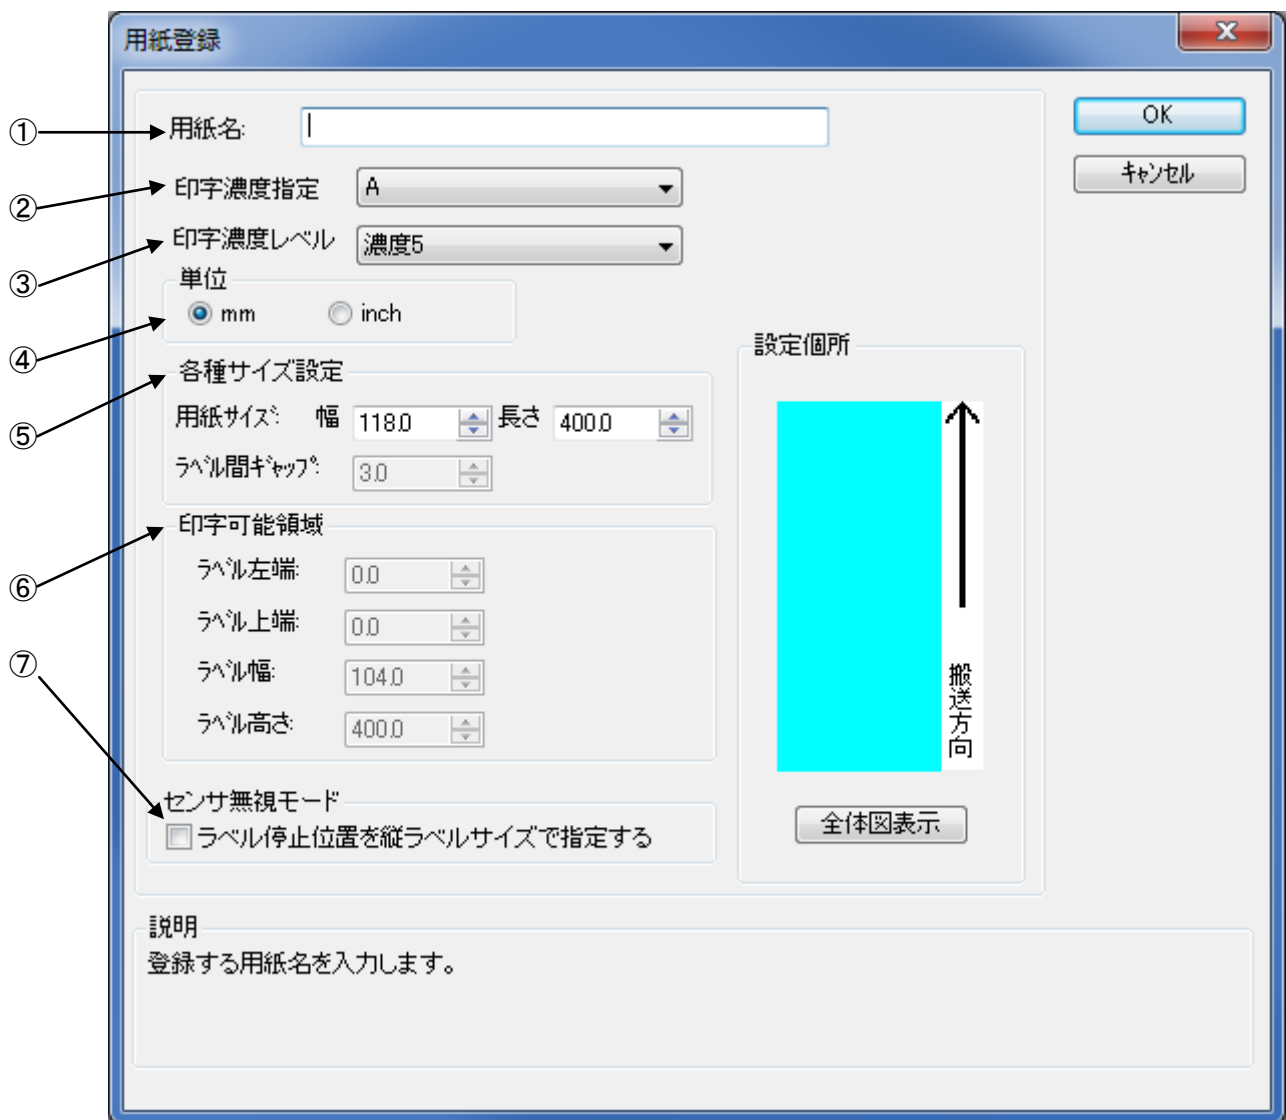
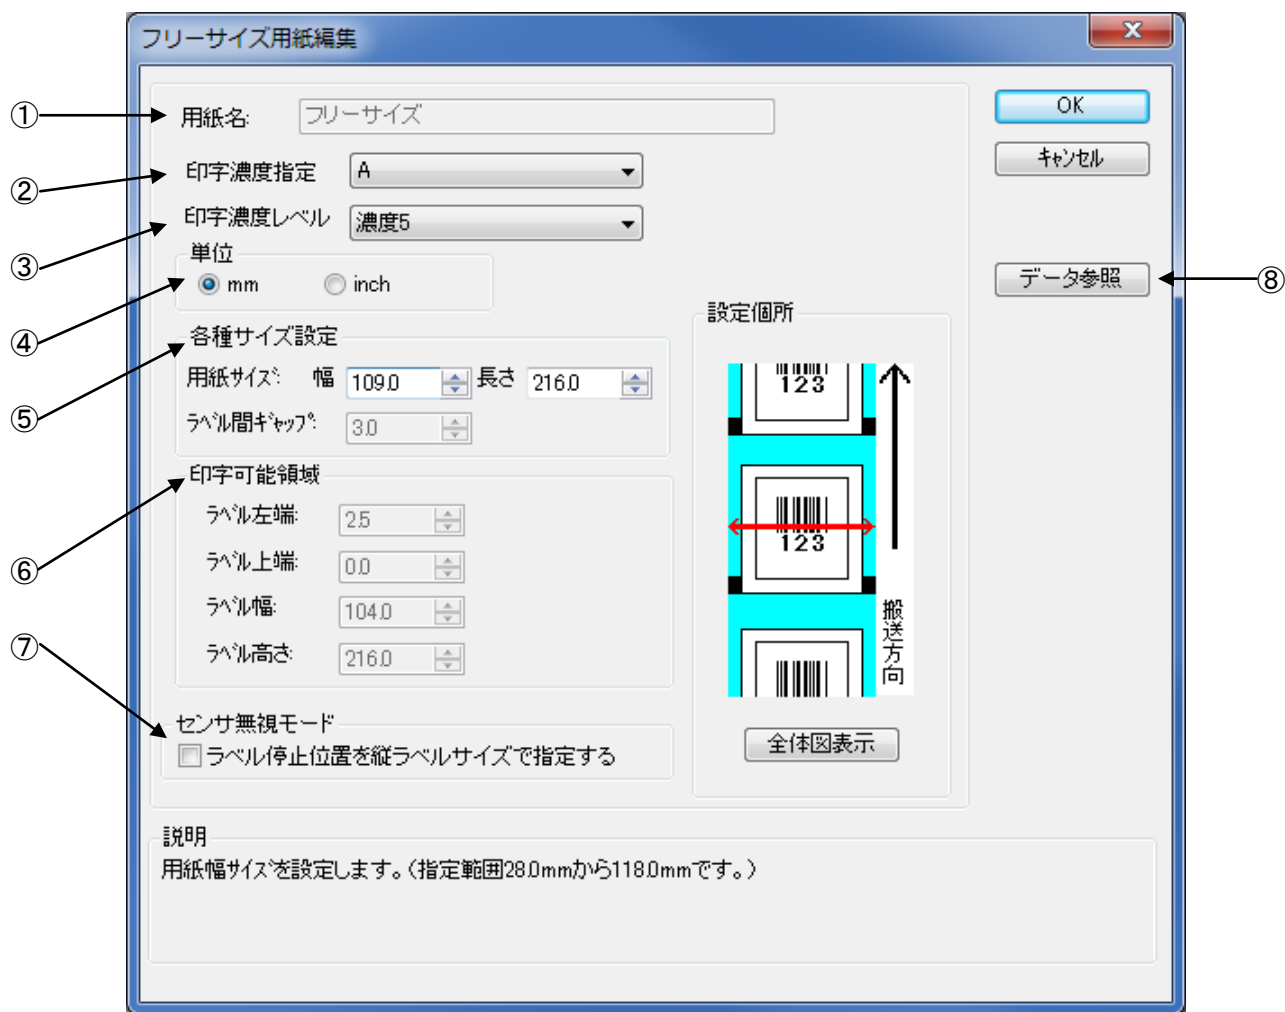

図 1.3.2 用紙登録画面
図 1.3.3 フリーサイズ設定画面
- ①使用する用紙を選択します。使用する用紙が登録されていない場合は⑤「用紙登録」により登録してください。
- ②用紙搬送方向に対する印刷方向を設定します。
- ③印字レイアウトの基点を補正します。通常は0です。
- ④各仕様のプリンタにおける、用紙搬送量を補正します。
- ⑤「用紙登録」ボタンをクリックすることにより、図 1.3.2 に示す「用紙登録」画面が表示されます。「用紙編集」をクリックした場合は選択された用紙の編集になります。
- ⑥チェックしておくことにより、「用紙登録」を選択した際の初期値に、「用紙名」に表示されている用紙の 設定値を適用します（フリーサイズの設定値は適用できません）。
- ⑦「用紙名」に表示されている登録済み用紙を削除します。
- ⑧「フリーサイズ」用紙の編集をします。図 1.3.3 に示す画面が表示されます。
- ⑨フリーサイズの用紙 ID をレズプリ互換にする場合に ON にします。通常は、OFF のままで問題ありません。
- ⑩ON の場合 : Ver9 までの用紙設定入力モードで、印字可能領域を任意に入力できます。